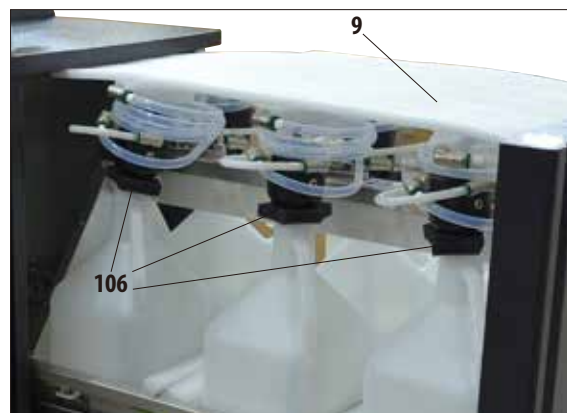

Рис. 18
- Затем откройте выдвижной ящик (9) и выньте из него все вспененные прокладки (рис. 18). При этом удалите шесть тёмно-зелёных формованных деталей (106) с шеек сменных ёмкостей.